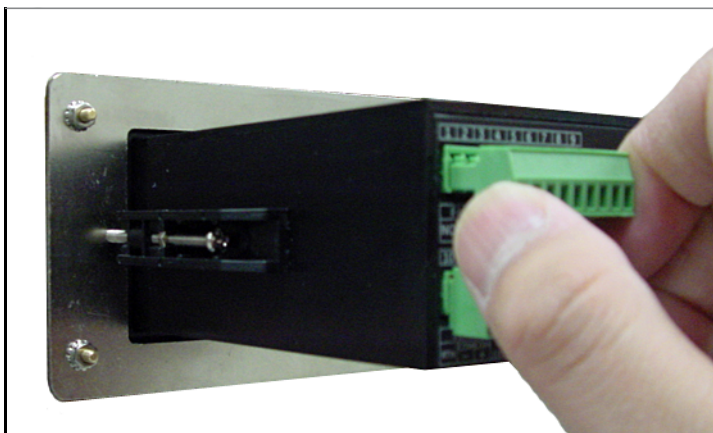

Figure 31: Retrait du connecteur supérieur
1. Retirez le connecteur du bornier supérieur en face arrière du **dew.IQ** (voir *Figure 31* ci-dessous).
1. Retirez le connecteur du bornier supérieur en face arrière du **dew.IQ** (voir *Figure 31* on page 27).